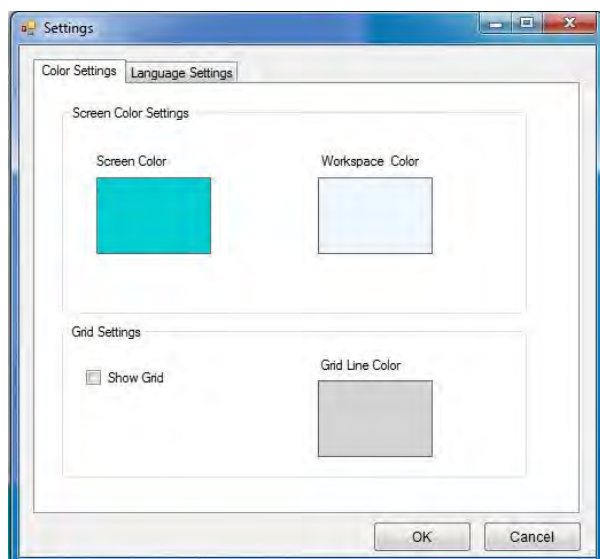

Рис. 4.15. Окно «Settings» («Настройки»), вкладка «Color Settings» («Настройка цвета»)
**Функция «Settings» («Настройки»):** Во вкладке «Color Settings» («Настройка цвета») в поле «Screen Color Settings» («Настройка цвета экрана») можно задать нужный цвет фона экрана, а в поле «Grid Settings» («Параметры сетки») включить отображение сетки на экране и задать ее цвет. Чтобы изменить цвет области маркировки на экране, кликните по полю «Workspace Color» («Цвет рабочей области»). Чтобы изменить цвет экрана вокруг области маркировки, кликните по полю «Screen Color» («Цвет экрана»). Чтобы на экране отображалась сетка, поставьте галочку рядом с параметром «Show Grid» («Показывать сетку»). Чтобы изменить цвет сетки, кликните по полю «Grid Line Color» («Цвет сетки»). (См. Рис. 4.15).